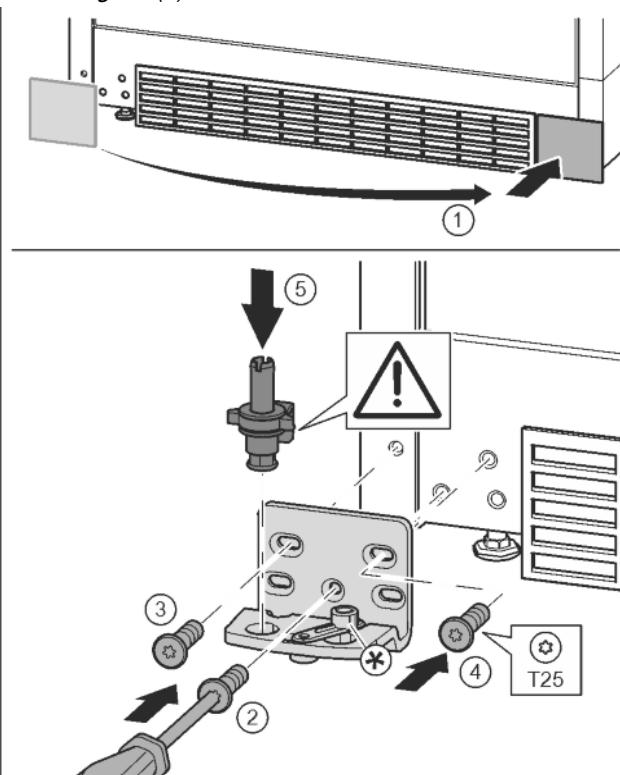

Fig. 17
- Снять крышку и поставить с другой стороны. Fig. 17 (1)
- Установить опорный кронштейн с другой стороны и прикрутить с помощью отвертки T25. Начинать с винта 2 в центре. Fig. 17 (2)
- Затянуть винты 3 и 4. Fig. 17 (3, 4)
- Снова установить опорный палец в сборе. При этом следить за тем, чтобы выступ фиксатора был направлен назад, Fig. 17 (5)